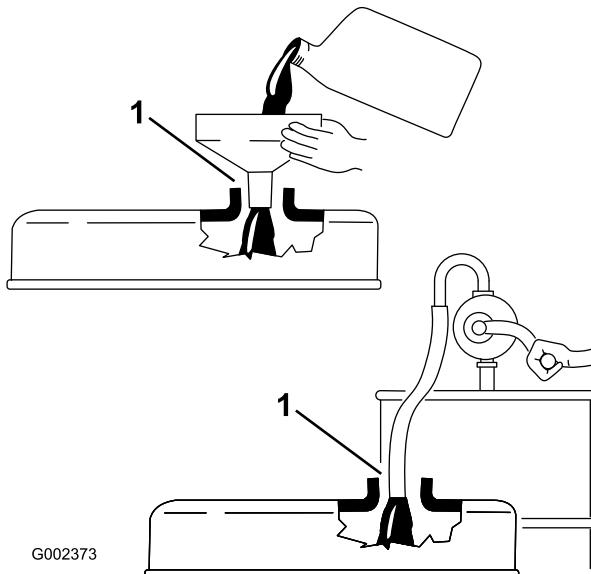

**Bild 13**
2. Nehmen Sie den Peilstab (Bild 13) heraus und wischen Sie ihn mit einem sauberen Lappen ab. Stecken Sie den Peilstab in das Rohr und stellen Sie sicher, dass er
3. Nehmen Sie bei einem niedrigen Ölstand den Fülldeckel (Bild 13) ab und gießen Sie genug Öl in die Öffnung, bis der Ölstand die Vollmarke am Peilstab erreicht.